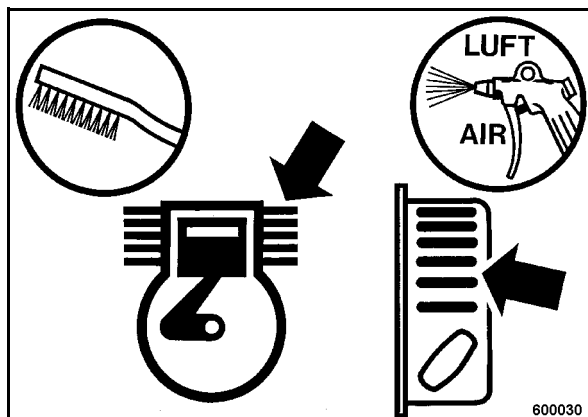

рис. 62
- Разрыхлить засохшую грязь на всех ребрах охлаждения и отверстиях для охлаждающего воздуха с помощью подходящей щетки (рис. 62) и продуть сжатым воздухом.